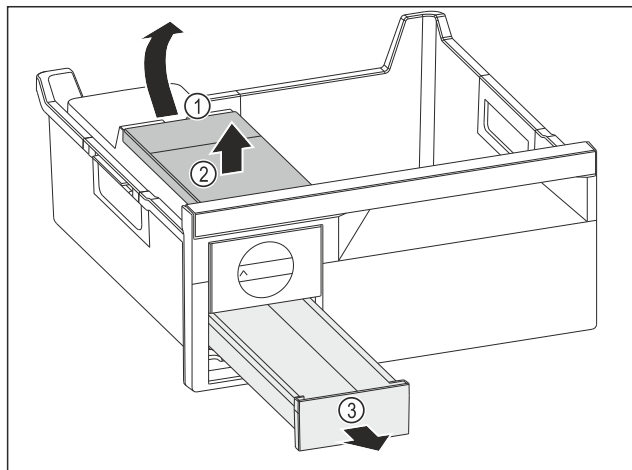

Fig. 187
- Wyjmowanie zbiornika wody: Zbiornik wody unieść za wycięcia Fig. 187 (1).
- Wyjąć zbiornik wody Fig. 187 (2) do góry.
- Wyjąć szufladę na kostki lodu Fig. 187 (3) do przodu.